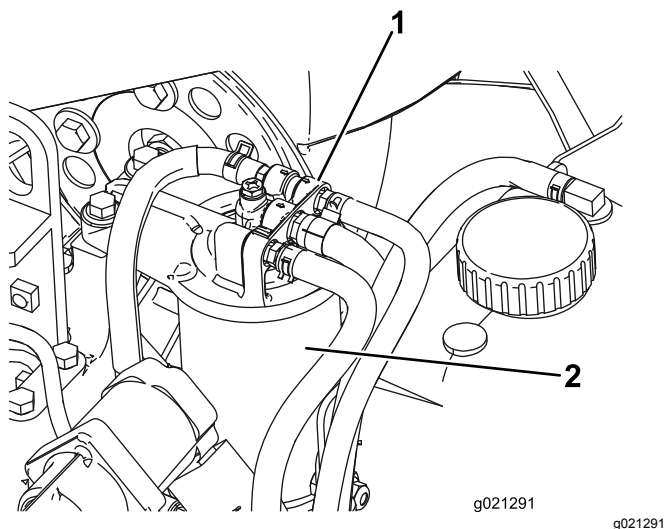

Figura 78
1. Limpie la zona alrededor de la cabeza del filtro de combustible (Figura 78).
2. Retire el filtro y limpie la superficie de montaje de la cabeza del filtro (Figura 78).